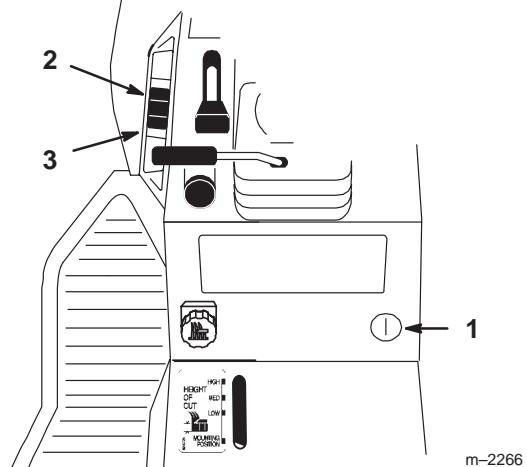

Bild 15
Mit dem Hub (Bild 15) für Anbaugeräte heben und senken Sie (an einigen Modellen optionsweise) diverse Geräte, die an den Rasenmäher angebaut werden können.
2. Schieben Sie den Hubschalter auf, um den Gerätehub anzuheben (Bild 15). In dieser Stellung wird das Gerät in die(er) obere(n) oder gehobene(n) Stellung gehoben oder gehalten.
2. Schieben Sie den Hubschalter zu, um den Gerätehub abzusenken (Bild 15). Das senkt den Gerätehub ab.